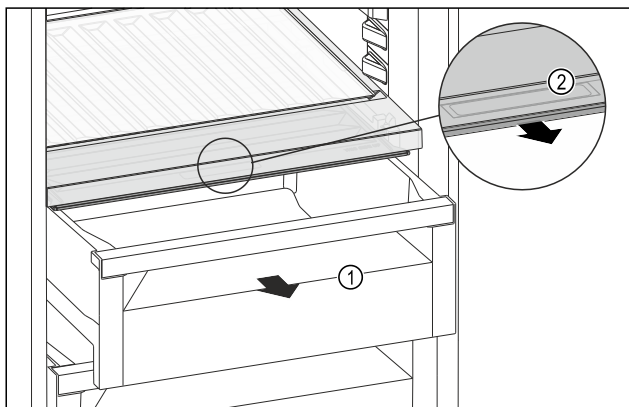

Fig. 174
- ▶ Витягніть висувний ящик Fig. 174 (1).
- ▶ Візьміться за потайну ручку Fig. 174 (2) на кришці відділення й одночасно потягніть кришку відділення вперед.